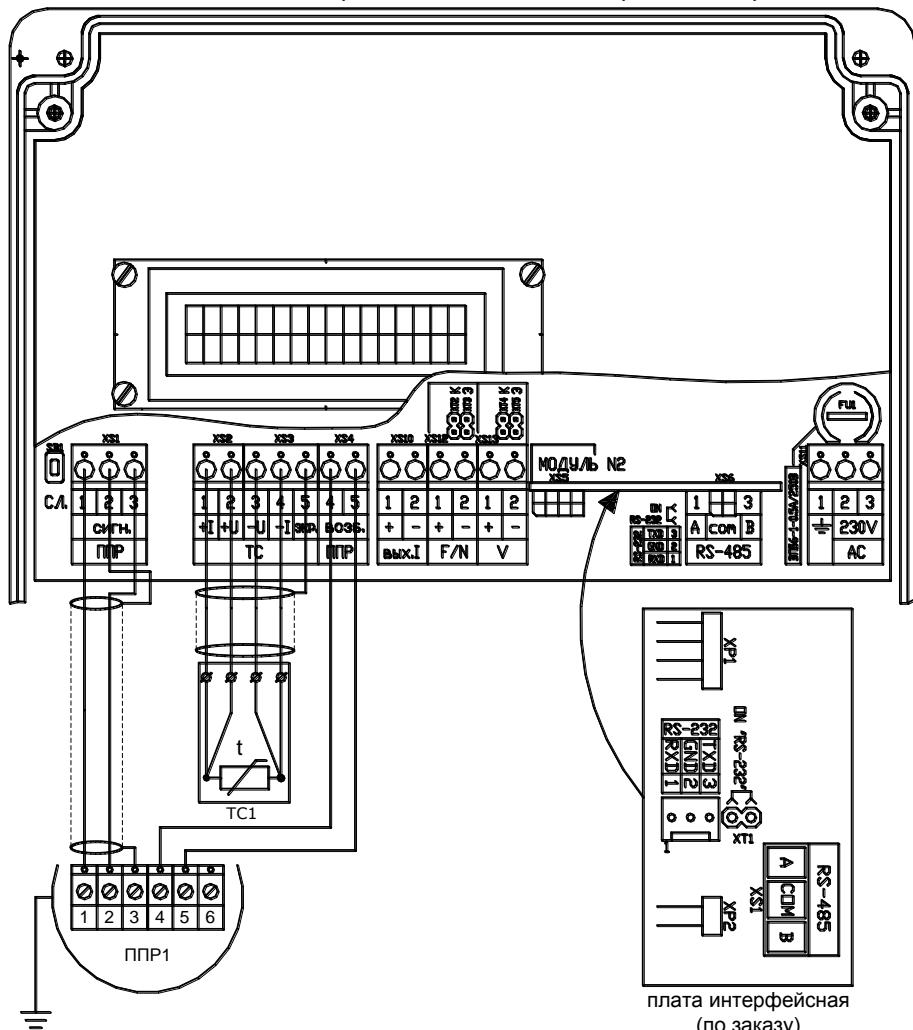

Рис. 8.9
8.7.2 Монтаж электрических цепей должен осуществляться в соответствии со схемой электрических соединений, приведенной на рис. 8.9.
8.7.6 Экран кабеля сигнальных линий должен быть надежно изолирован внешней оболочкой от трубы или металлического рукава, в котором он прокладывается, и присоединен к ППР и ИВБ в соответствии с рис. 8.9.
- 2) Выбор типа интерфейса (RS-232C или RS-485) осуществляется путем установки (снятия) джампера **ХТ1 на плате интерфейсной** (см. рис. 8.9а):
Рис. 8.9а
Рис. 8.9б
3) Конфигурация выходных каскадов F/N и V выбирается путём установки/снятия джамперов XT2 (XT4), XT3 (XT5), расположенных за клеммниками F/N и V (см. рис. 8.9б, 8.9в, таблицу 8.2)
Рис. 8.9в
8.7.12 Подключение ТС к ИВБ производится по 4-х проводной схеме в соответствии с рис. 8.9. Для подключения термопреобразователей к ИВБ рекомендуется использовать кабели: КММ $4 \times 0,35 \text{ мм}^2$, ШВВП $4 \times 0,5 \text{ мм}^2$, РПШ $4 \times 0,5 \text{ мм}^2$, КУПР $4 \times 0,5 \text{ мм}^2$ или СПОВ $4 \times 0,5 \text{ мм}^2$. Во избежание дополнительных помех и наводок, а также механических повреждений кабелей линии связи ИВБ с ТС рекомендуется также прокладывать в стальных заземленных трубах или заземлённых металлорукавах. При использовании кабеля КММ $4 \times 0,35 \text{ мм}^2$ экранирующую оплетку кабеля подключить к контакту 5 «экр.» зоны подключения ТС.
8.8.2 Выбор типа интерфейса (RS-232C или RS-485) осуществляется путем установки (снятия) джампера **Х1 на плате интерфейсной** (см. примечания рис. 8.9а):
8.9.2 Проверить правильность монтажа электрических цепей в соответствии с электрической схемой подключения, приведенной на рис. 8.9.